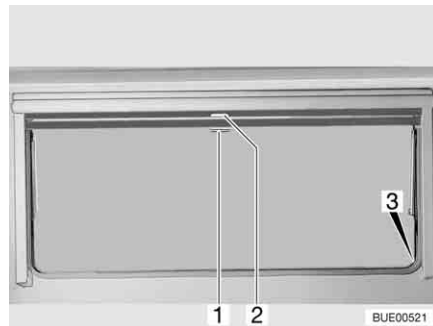

Bild 71 Överkantshängt fönster
- Drag ned mörklägningsrullgardinen med handtaget (Bild 71,2). När mörklägningsrullgardinen dras ned helt fäster man det man i spärrarna (Bild 71,3) på båda sidorna på fönsterkarmen.
- När mörklägningsrullgardinen är helt neddragen: Tryck ned handtaget (Bild 71,2) och drag det något inåt. Nu kan man ta loss mörklägningsrullgardinen ur spärrarna på båda sidorna av fönsterkarmen.
- När mörklägningsrullgardinen inte är helt neddragen: Drag handtaget (Bild 71,2) lätt nedåt tills spärren släpper.
- Drag ner insektsnätet med handtaget (Bild 71,1) och fäst det i spärrarna (Bild 71,3) på båda sidorna av fönsterkarmen.
- Tryck ned handtaget (Bild 71,1) och drag det något inåt. Lossa insektsnätet ur spärrarna på båda sidorna av fönsterkarmen.